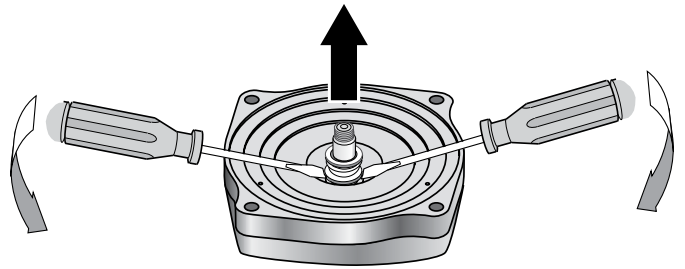

Figura 12 - Empuje y saque la junta
6. Usando dos destornilladores, como se ilustra en la Figura 12, empuje y saque la unidad giratoria de la junta del eje.